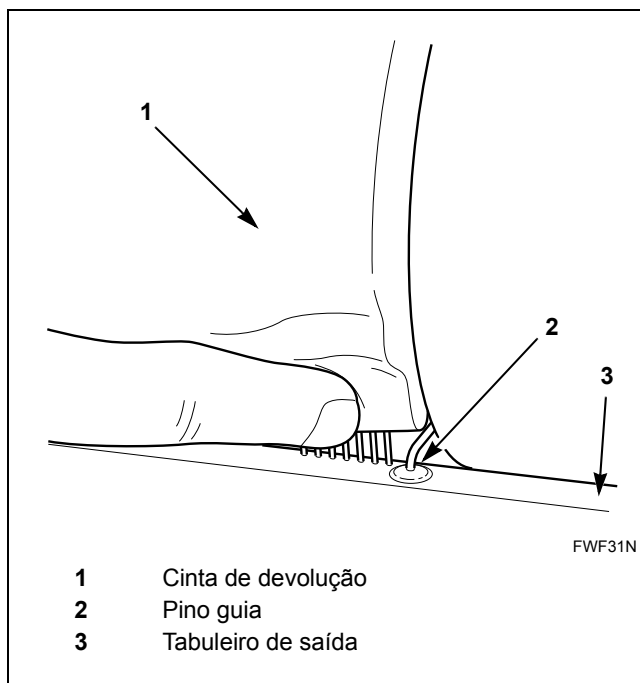

Figura 32
13. Verifique se a nova cinta de devolução está colocada entre os pinos guia do tabuleiro de saída da parte frontal da máquina. Consulte a *Figura 32*.